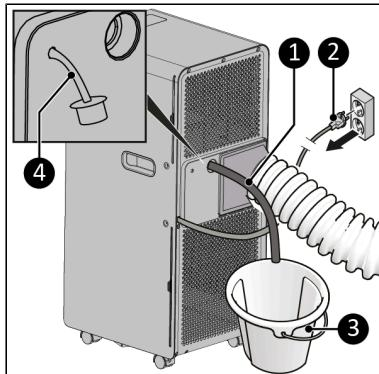

Abbildung 47.
1. Stellen Sie sicher, dass das Gerät ausgeschaltet und der Stecker aus der Steckdose gezogen ist (Abbildung 47, Pos. 2).
2. Entfernen Sie den Gummistopfen vom Abfluss (Abbildung 47, Pos. 4).
3. Verbinden Sie den mitgelieferten Wasserablaufschlauch mit dem Abfluss des Geräts (Abbildung 47, Pos. 1).
4. Platzieren Sie den Auslass des Wasserablaufschlauchs in einen Eimer (Abbildung 47, Pos. 3).